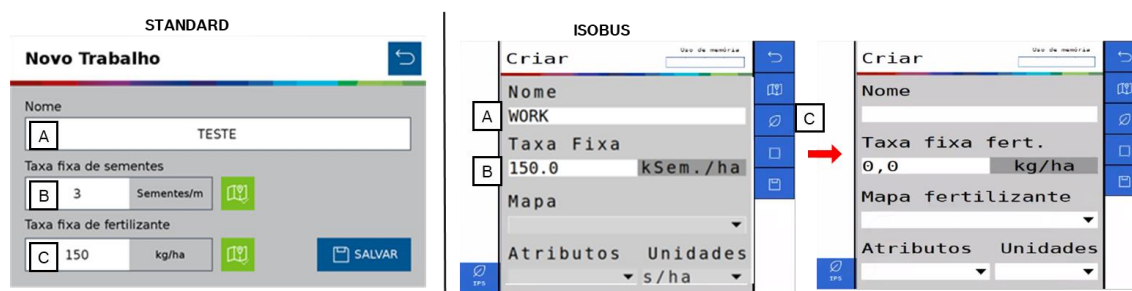

Figura 72 - Tela para criação de um novo trabalho
A seguinte tela será exibida, Figura 72:
De forma análoga a criação de área com taxa fixa item 3.1, selecione o botão de novo trabalho Figura 71. O usuário será direcionado para a tela de criação de um novo trabalho, Figura 72 , nomear a nova área que será criada Figura 73, selecionar um valor de taxa que o usuário deseja no campo de taxa fixa para sementes e fertilizante Figura 75 e Figura 76.
É necessário inserir o valor no campo de taxa fixa Figura 72 pois é possível alterar entre taxa fixa e variável durante o plantio. Por exemplo, uma área no mapa pode estar com taxa zero, mas o usuário deseja depositar semente ou fertilizante nela.